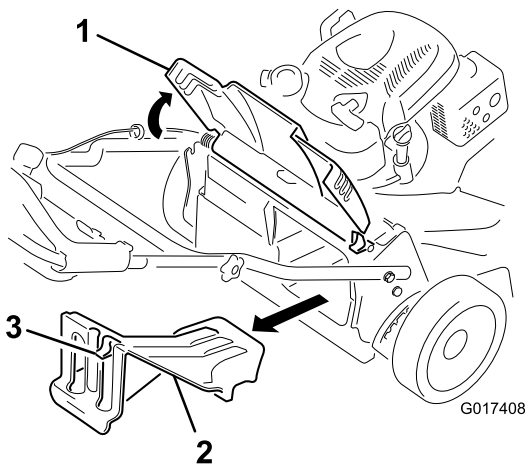

Bild 27
1. Heben Sie das hintere Ablenkblech an und halten Sie es hoch (Bild 27).
2. Drücken Sie zum Entfernen der Heckauswurfklappe den Riegel mit dem Daumen nach unten und ziehen die Klappe aus der Maschine (Bild 27).